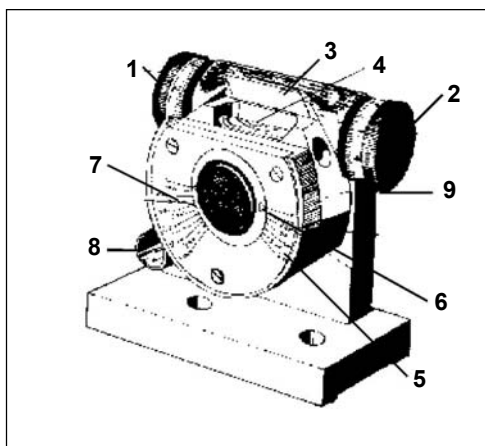

Fig 7-23. Clinômetro
## 7-25. COMPONENTES DO CLINÔMETRO (Fig 7-23)
**LEGENDA (Fig 7-23)**
**a. Bolha de nível (4)** - Tem a função de servir como ponto de referência. Um valor de elevação só é válido quando a bolha se encontrar entre as marcas centrais.